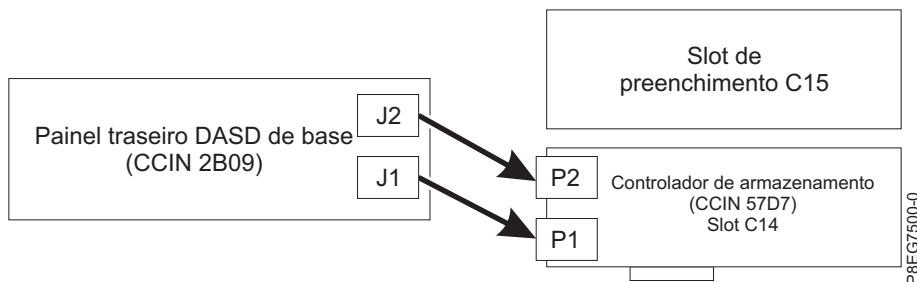

Figura 6. Reconectando o cabo SAS em uma configuração de armazenamento base
- Se houver um adaptador interno PCIe3 x8 SAS RAID (CCIN 57D7) no slot P1-C14 (recurso de armazenamento base), um cabo SAS conectará o conector do painel traseiro da unidade de disco inferior (J1) ao conector P1 no adaptador. O segundo cabo SAS conectará o conector do painel traseiro da unidade de disco superior (J2) ao conector P2 no mesmo adaptador. Consulte o Figura 6.